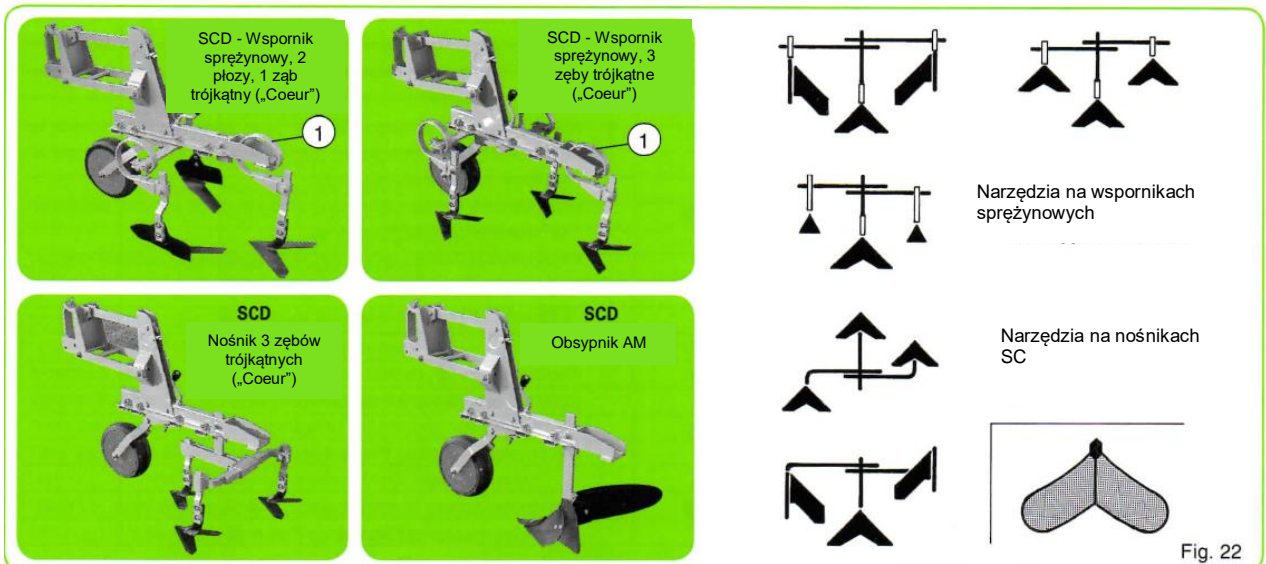

Fig. 22
- **Możliwości elementów roboczych SUPER-CROP z możliwością sterowania skrętem, Fig. 22.**